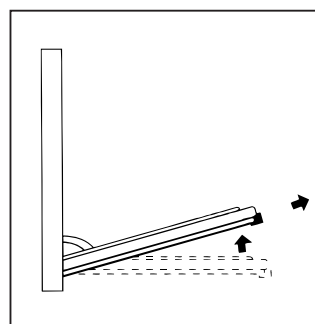

Abb. 4
- Backofentür nun teilweise wieder schließen; die Tür kann jetzt nach oben hin aus den beiden Haken "A" herausgezogen (Abb. 4).